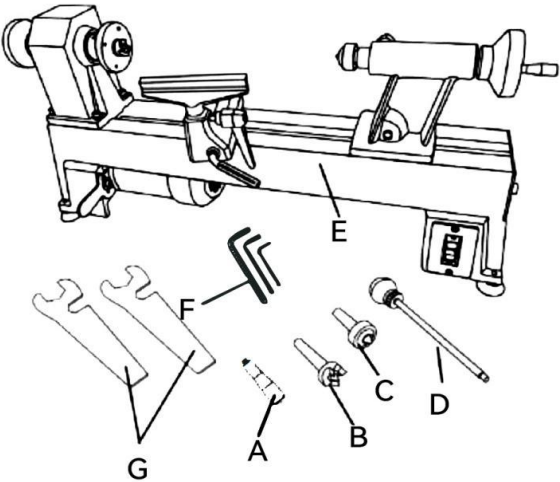
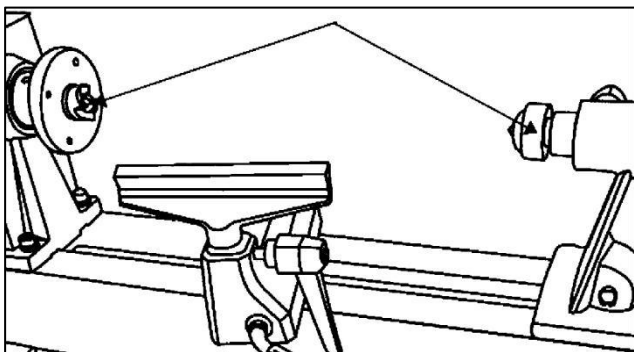
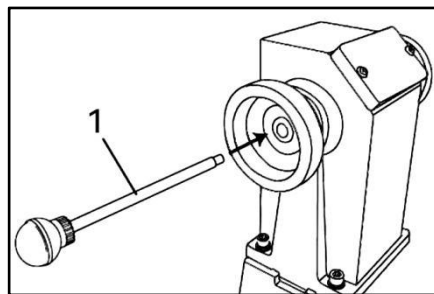

图 3
图 5
图 6
拆开包装时你可以看到以下的产品附件，如果发现配件不对的话，请与本公司联系。请在产品未正式使用之前，保护好产品包装， 并不要丢弃产品的包装(图 3 所示)。
1、尾架手轮手柄的安装将（图 3）中的 A 尾架手轮手柄
- a. 将（图 3）中的 B 驱动顶尖安装到驱动头的中心孔里。注意在安装之前，将顶尖锥轴上以及主轴内孔里面的飞尘擦干净。后用点爆发力将顶尖直接插入孔中即可。此顶尖是锥度连接的，在使用过程中，由于两头顶紧木料， 此顶尖会越来越紧的， 不用担心它会松脱的。
- b. 用同样的方法将（图 3）中的 C 活顶尖， 安装到产品尾架上的中心孔中。（如图 5 所示）
- c. 顶尖的拆卸， 将（图 3）的 D 顶杆从驱动头左侧手轮的中心孔中插入其中， 后用锤子轻敲几下， 其顶尖就可顶出来。（如图 6 所示）
在拆卸花盘的时候， 用附件中顶杆(图 3 中的 D)插在车出轴上的孔中， 用开口扳手(图 3 中的 G)卡在花盘上的扁口上。其花盘为正螺纹的， 因此顶杆与开口扳手相对用力时， 其花盘即可松下来。